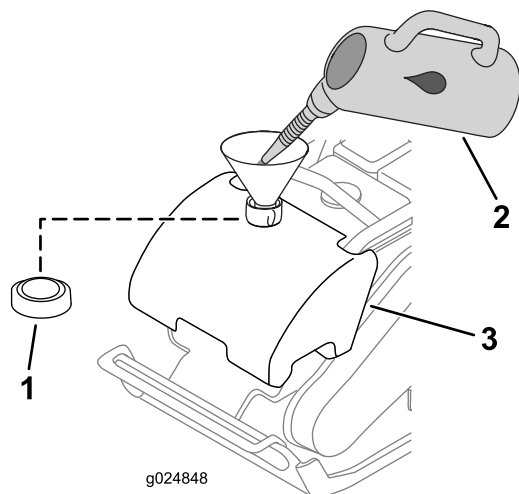

Figure 9
1. Retirez le bouchon du réservoir d'eau (Figure 9).
2. Remplissez le réservoir d'eau (Figure 9).
3. Remettez le bouchon sur le réservoir d'eau (Figure 9).